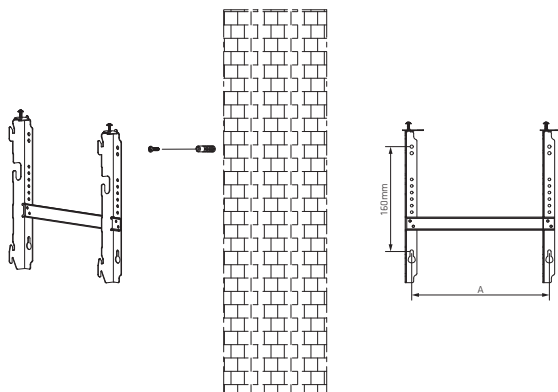

Fig.2
2. Kontroller med vater at braketten er helt vannrett, og marker plasseringene til hull på veggen. Bor hull i veggen for tappene med en egnet borrebit. Sett tappene inn i hullene, og skru veggfestebarketten godt fast på veggen (fig 2).